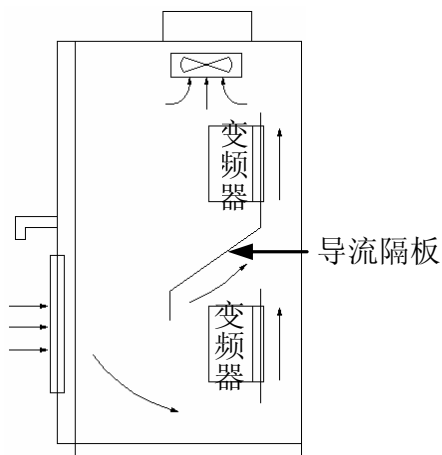

图 3-2 多台变频器的安装示意图
- (3) 多台变频器采用上下安装时，中间应用导流隔板，如图 3-2 所示。